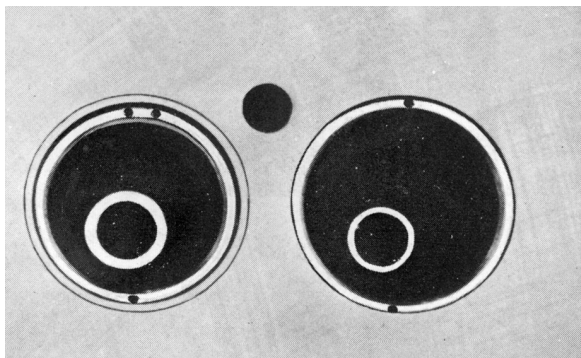

Figure B1 Echange des sièges de soupapes
1. Enlever le vieux siège en commençant par pratiquer deux amorces de rupture diamétralement opposées (figure B1), tout en veillant à ne pas endommager la culasse.